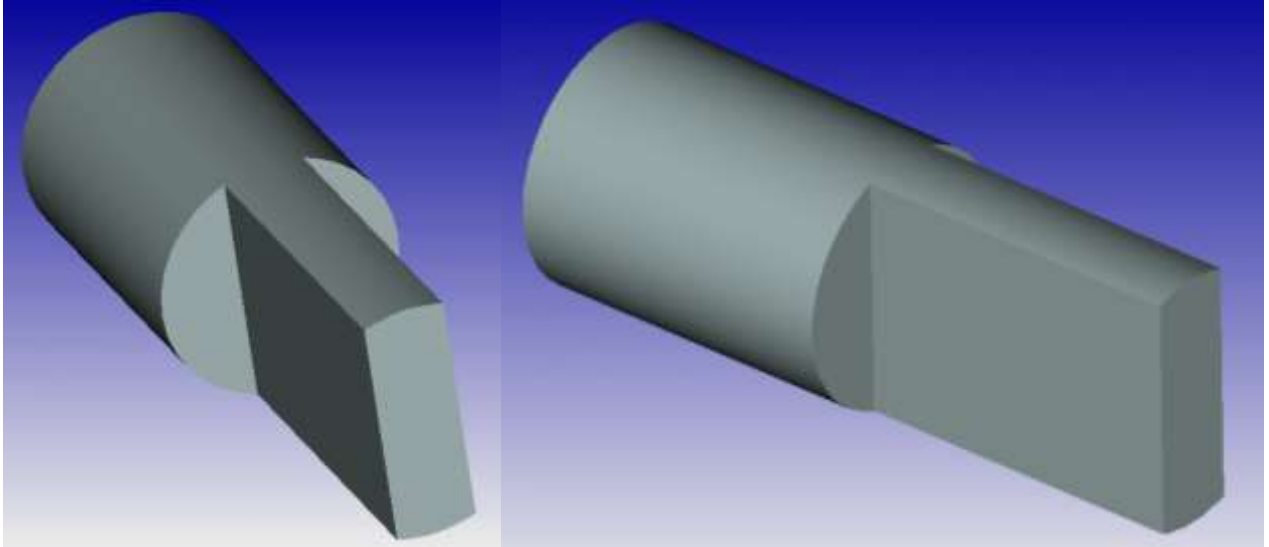

Рис. 9. Проектирование вала
7. Выполните операцию **Выталкивание**, в окне **Параметры** установите длину вектора выталкивания равной 40 мм, и булеву операцию **Вычитание** (рис. 9).